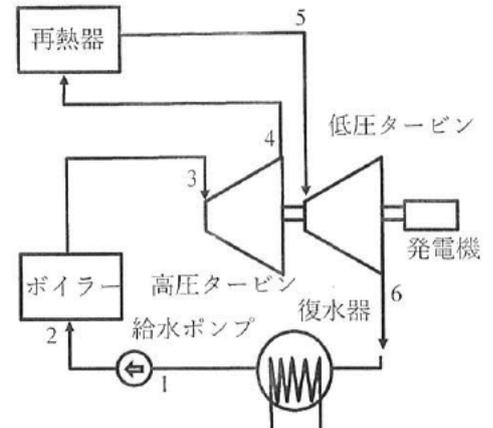

図3 再熱ランキンサイクル
図3のような、タービンを2段使用し途中で再加熱工程を導入した理想的な再熱ランキンサイクルについて考える。作動媒体は水とし、10 MPa、600 °Cで高圧タービンに蒸気が導入される。高圧タービンで0.8 MPaの過熱蒸気まで膨張させた後、定圧条件で500 °Cまで再熱させる。復水器温度は25 °C、ポンプ仕事は無視することとし、以下の問いに答えなさい。ただし、下記の3つの表の物性値を用い、必要に応じて線形補間による内挿を行うこと。また、数値で答える場合は有効数字3桁で答えなさい。
- 問1 この再熱ランキンサイクルの  $T-s$ （温度－比エントロピー）線図、および  $p-v$ （圧力－比体積）線図を描き、サイクルの動作方向および図3中の状態1～6に対応する点を表示しなさい。また、両線図には飽和液線、乾き飽和蒸気線の概略も併記しなさい。